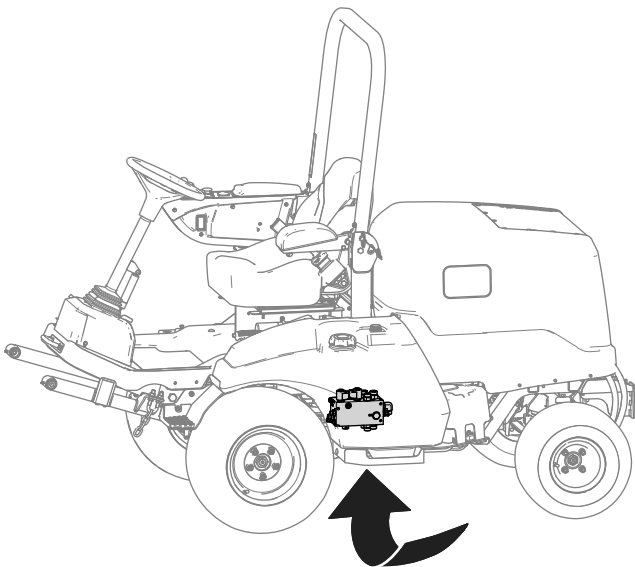

Figure 7
A. Placez un bac de vidange sous le collecteur hydraulique (montré à la Figure 7).